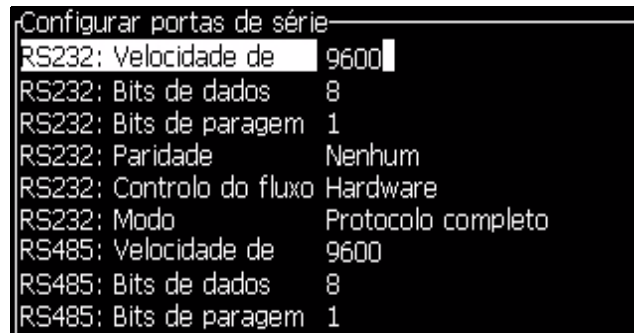

Figura 4-20: Caixa de diálogo Configurar portas seriais
- 2 Selecione a opção *Configuração da porta serial* e pressione a tecla *Enter*. A caixa de diálogo *Configurar Portas Seriais* aparece (veja Figura 4-20).